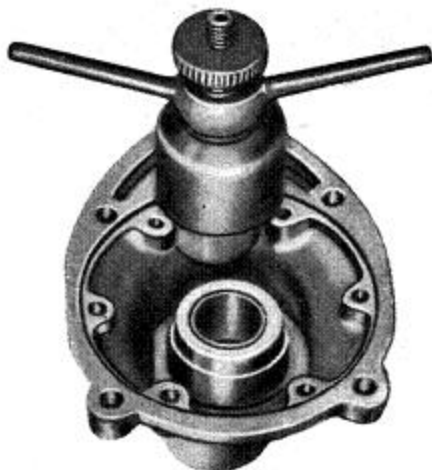

FIG. 29
- Op. 6) (Fig. 29) En el caso de